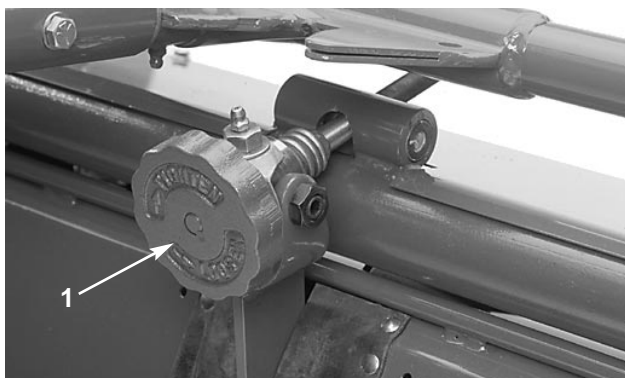
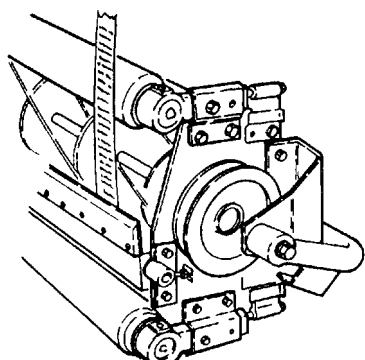

Fig. 45
Fig. 46
1. Eliminare il contatto del cilindro girando in senso antiorario la manopola di regolazione della controlama (Fig. 45). Per accedere al cilindro ed alla controlama inclinare l'apparato di taglio (Fig. 46).
4. Allentare i due bulloni a testa tonda sull'organo di regolazione della controbarra (Fig. 46).